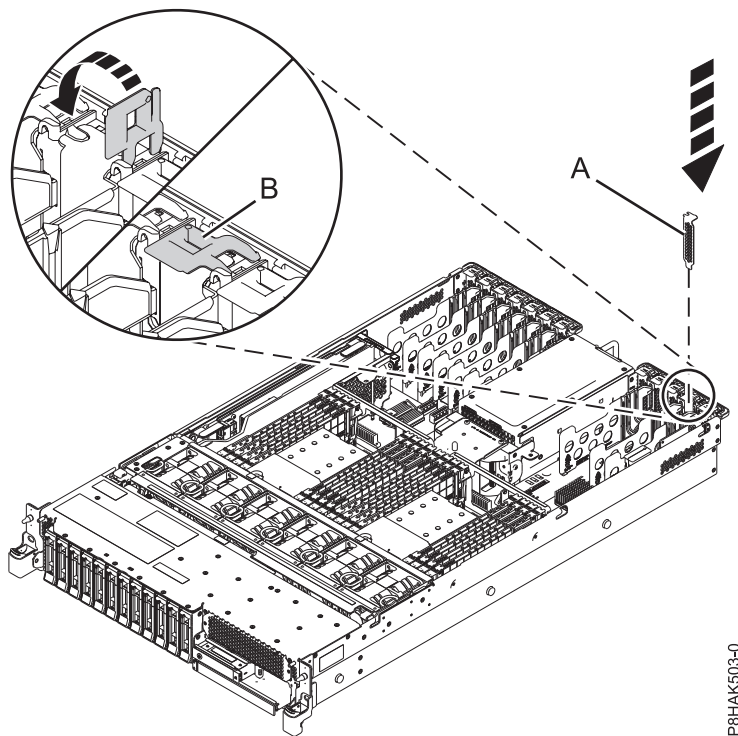

図 21. 5148-21L、5148-22L、 8247-21L、8247-22L、8284-21A、または 8284-22A システムの PCIe アダプター・スロットへのフィラーの取り付け
- a. フィラー・テール・ストックを注意して持ち、フィラーをシステム・バックプレーンにあるスロットとそのコネクタに位置合わせします (40 ページの図 21を参照)。